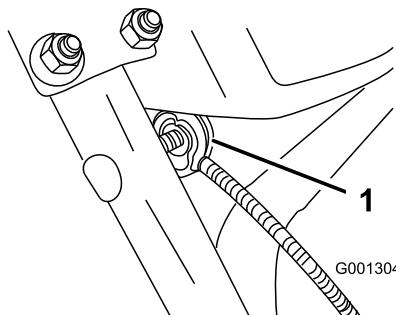

Bild 8
3. Nehmen Sie die Mutter und die Scheibe vom Holm ab. Befestigen Sie die Kabelklemme am Kabel am Holm, setzen Sie die Scheibe und Mutter auf, und ziehen Sie die Mutter mit der Hand fest (Bild 8).